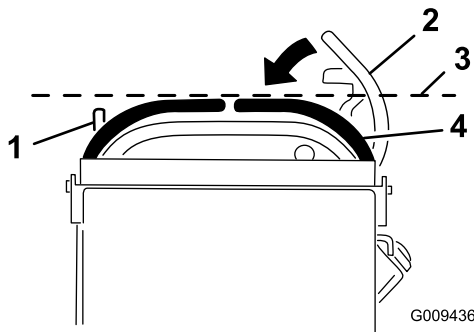

Bild 68
3. Drücken Sie den rechten Fahrtriebshebel nach unten und außen aus der arretierten Neutral-Stellung (Bild 68).
4. Prüfen Sie, ob er horizontal mit dem linken Fahrtriebshebel ausgerichtet ist (Bild 68).